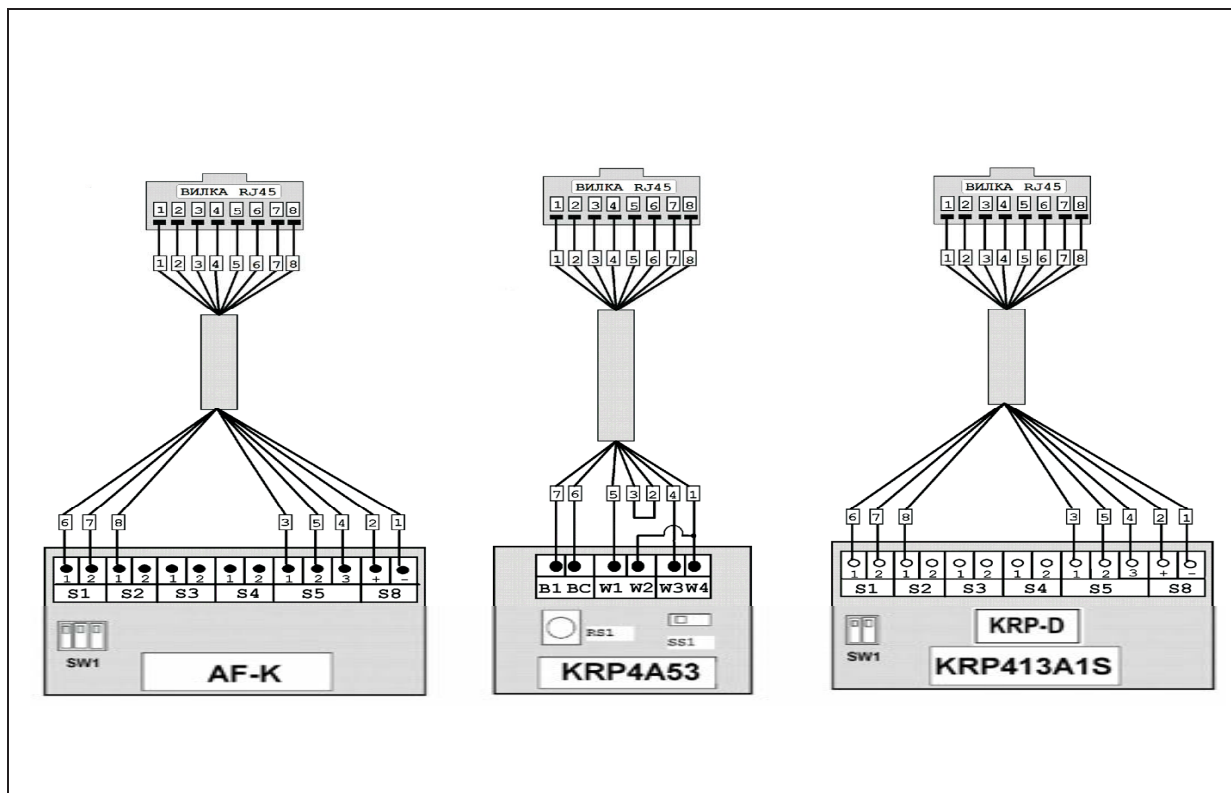

Рисунок 3. Схема подключения кабелей к плате CPK-D
- Сигналы выдаются в виде замыкающих контактов (см. Рисунок 3).
Назначение контактов разъемов, установленных на плате СРК-D, для подключения соединительных кабелей и тип разъемов. Дополнительно смотрите Рисунок 3.